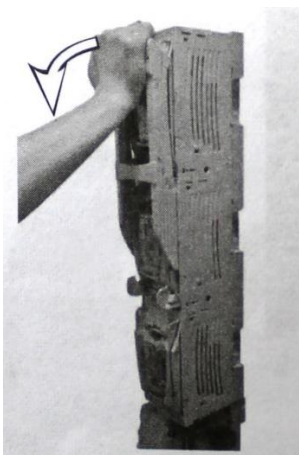

Рис.2 Выключения блок-рубильника.
- для отключения блок-рубильника типа ARS-потяните ручку рубильника согласно направления стрелки Рис. 2.